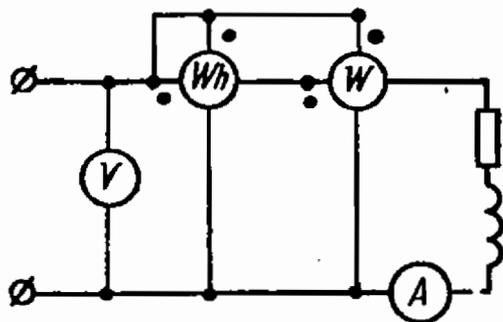

Рис. 12.27
12.27. Поверка однофазного счетчика типа СО-2 ($U_n = 127$ В, $I_n = 10$ А, 1 кВт·ч = 1200 об/мин, класс точности 2,5) производилась по схеме рис. 12.27. При этом